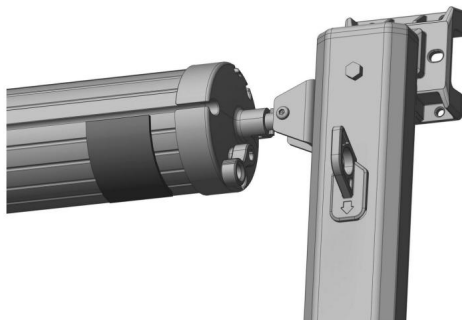

Figura E3
3. Il tessuto su entrambi i lati della pergamina è piegato in modo non uniforme e un lato non può essere stretto: controllare se il tessuto della tenda da sole è danneggiato o deformato e sostituire il tessuto dell'ombrellone. In alternativa, è possibile applicare uno spessore appropriato di adesivo di regolazione al bordo del tubo arrotolato sul lato che non può essere completamente stretto (da fornire separatamente) e la quantità del cerchio del telone può essere regolata con precisione per garantire un serraggio uniforme su entrambi i lati. (Figura E3).